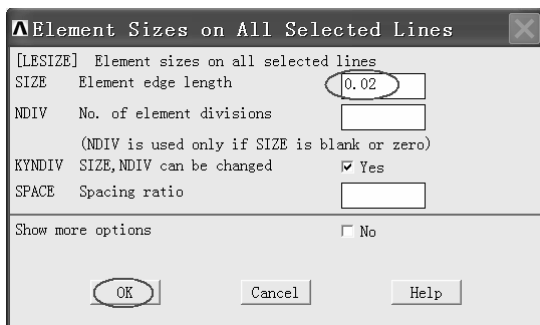

图 6-14 “Element Sizes on All Selected Lines” 窗口
(2) 依次选择 Main Menu>Preprocessor>Meshing>Size Cntrl>Manual Size>Lines>All Lines，弹出“Element Sizes on All Selected Lines”窗口（见图 6-14）。在“SIZE Element edge length”后的方框中输入“0.02”，然后单击“OK”按钮。